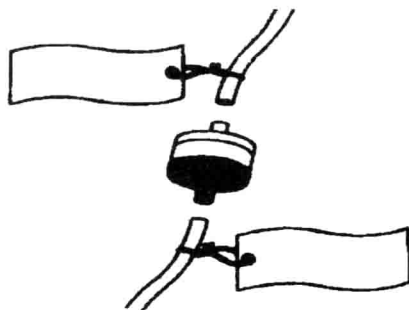

图 1.2.8
- (2) 断开真空软管以后，应在重新连接处做好标记加以识别（见图 1.2.8）。